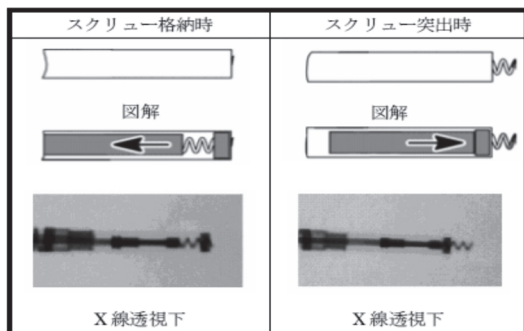

図2 スクリューの位置
- (3) リードの固定の際、エックス線透視下で不透過性マークが接触し、スクリューがリード先端のマークの外側に突出していることを確認すること(図2)。スクリューの突出を確実に行わないと固定ができなかったり、適切なセンシングができない場合がある。